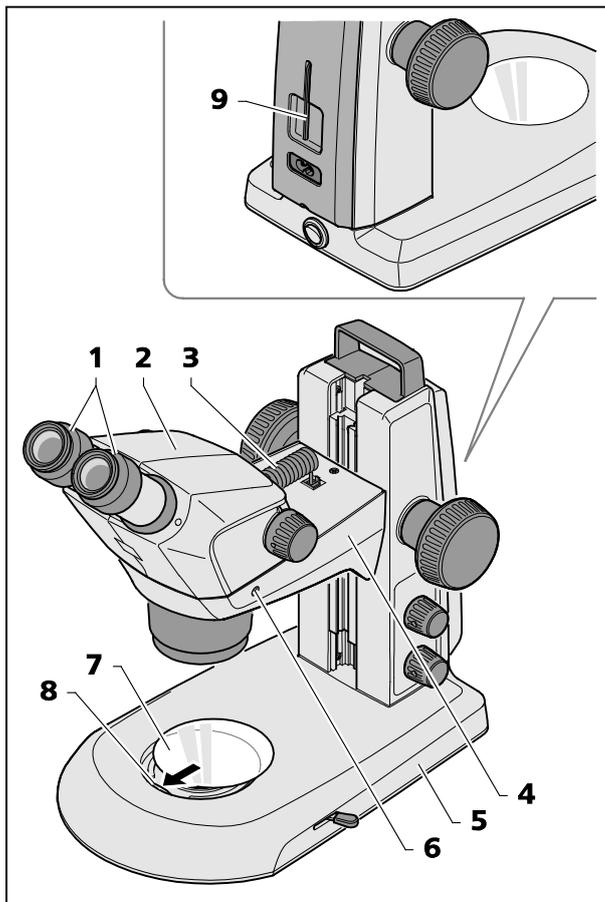

Bild 10 Stereomikroskop aufstellen
- Sofern der Stemi 305 Körper (Bild 10/2) noch nicht montiert ist, diesen in den Stemiträger (Bild 10/4) einsetzen, ausrichten und mit der Klemmschraube (Bild 10/6) fixieren.
Der passende Inbusschlüssel (Bild 10/9) befindet sich in der Halterung an der Rückseite des Gerätes.
- Sofern die zwei Okulare (Bild 10/1) noch nicht montiert sind, beide bis zum Anschlag in die Okularstutzen einstecken.
- Das mitgelieferte Anschlusskabel (Bild 10/3) in die Buchse am Stemi-Körper und in die Buchse am Stemi-Träger einstecken.
- Glasplatte oder SW-Kunststoffplatte (Bild 10/7) in die Aufnahme im Stativfuß einlegen. Dabei die Glasplatte oder SW-Kunststoffplatte gegen die Feder (Bild 10/8) drücken und einrasten.